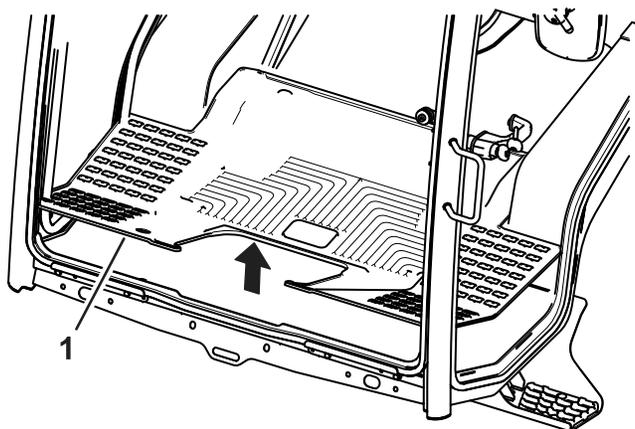

Figura 10
1. Rimuovete il tappetino a pavimento in gomma (Figura 10).